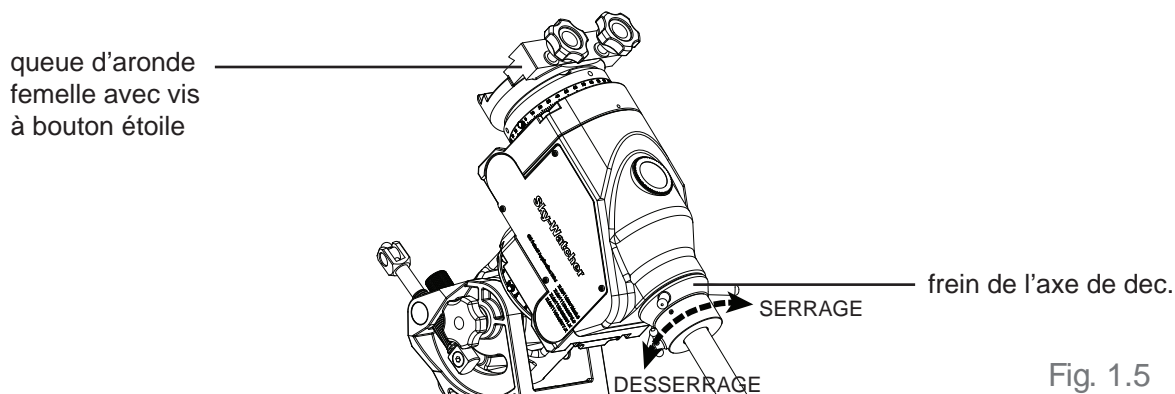

Fig. 1.5
2. Débloquez le frein en déclinaison (dec.) puis tournez l'axe de façon à placer les 2 boutons en étoile de la queue d'aronde femelle vers l'avant (Fig. 1.5). Resserrez le frein.